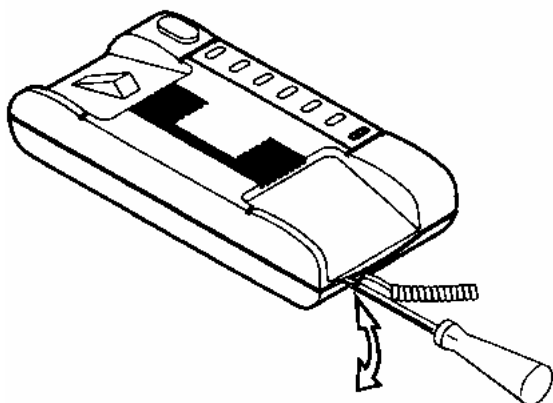

rys. 4
- 6) Połączyć ponownie obie części obudowy (rys.4).